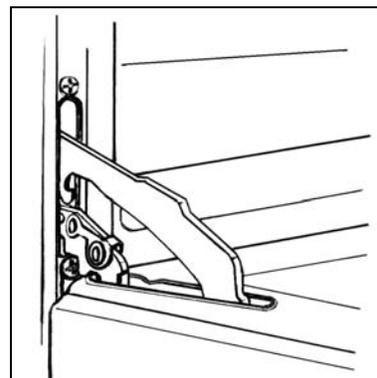

fig.16
- tournez les deux pièces de blocage sur les bras des charnières complètement vers le haut (fig. 16).